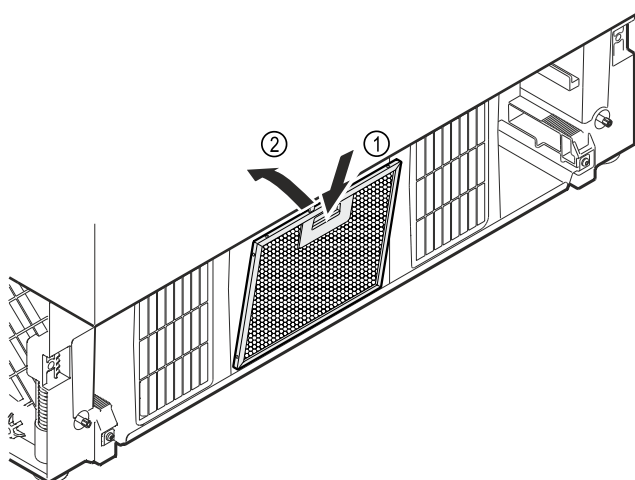

Fig. 24 Ilustrační zobrazení
- Stiskněte tlačítko na prachovém filtru dolů Fig. 24 (1) a současně nakloňte prachový filtr dozadu a vsadte jej Fig. 24 (2).